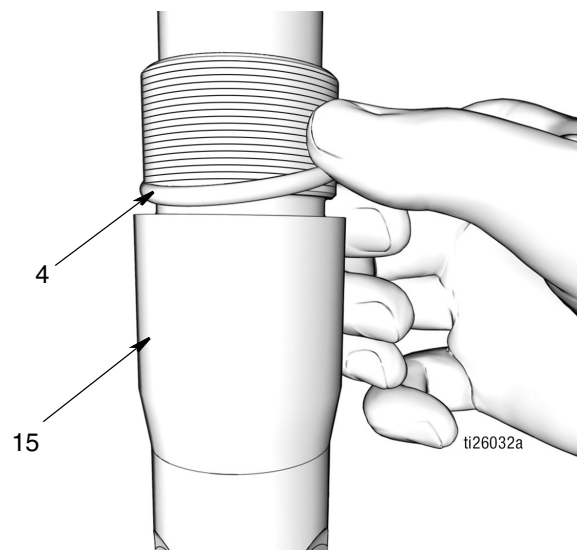

FIG. 46
- a. Utiliser un chiffon propre pour essuyer le clapet anti-retour de sortie (15) et supprimer toute saleté ou tout contaminant. Examiner la surface et rechercher d'éventuels rayures ou dégâts. Remplacer les pièces endommagées.
- b. Appliquer une mince couche de graisse sur le joint torique (4). Monter le joint torique sur le clapet anti-retour de sortie (15) (FIG. 46).